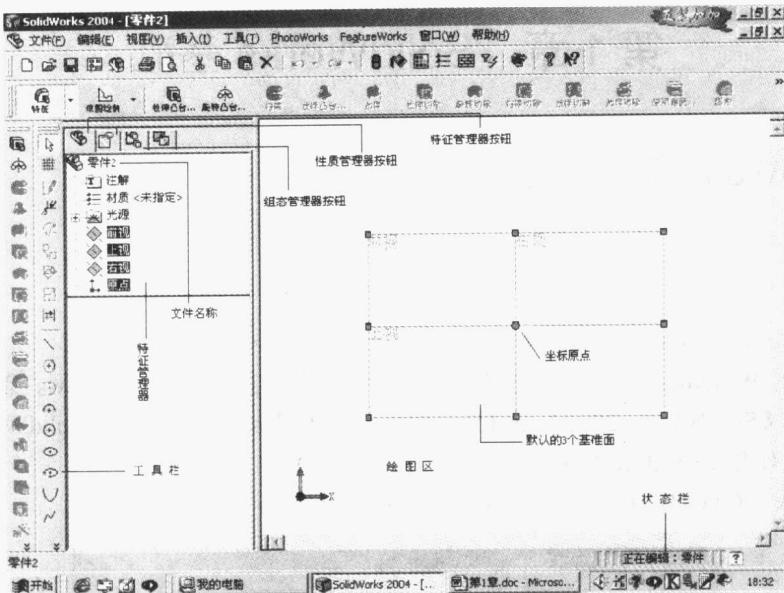

图 1-3 操作界面
(3) 单击【确定】，出现如图 1-3 所示的新建零件的操作界面。其中包括绘图区、特征管理区、菜单栏、工具栏以及状态栏等区域。
1) 界面种类：图 1-3 所示为打开零件文件的操作画面，装配体文件及工程图文件的工作界面与此界面类似。